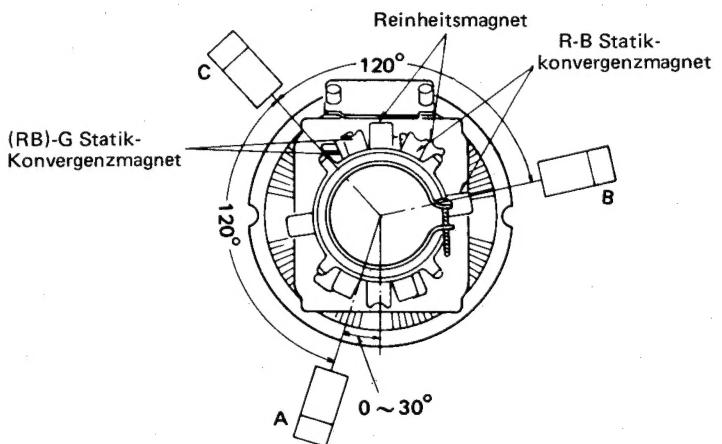

Abb. 10
### KONVERGENZ-ABGLEICH (Siehe Abb. 10)
1. Der in Abb. 10 gezeigte Keil A sollte innerhalb eines Bereichs von  $0^\circ \sim 30^\circ$  links von der vertikalen Linie festgestellt werden, wie gezeigt.